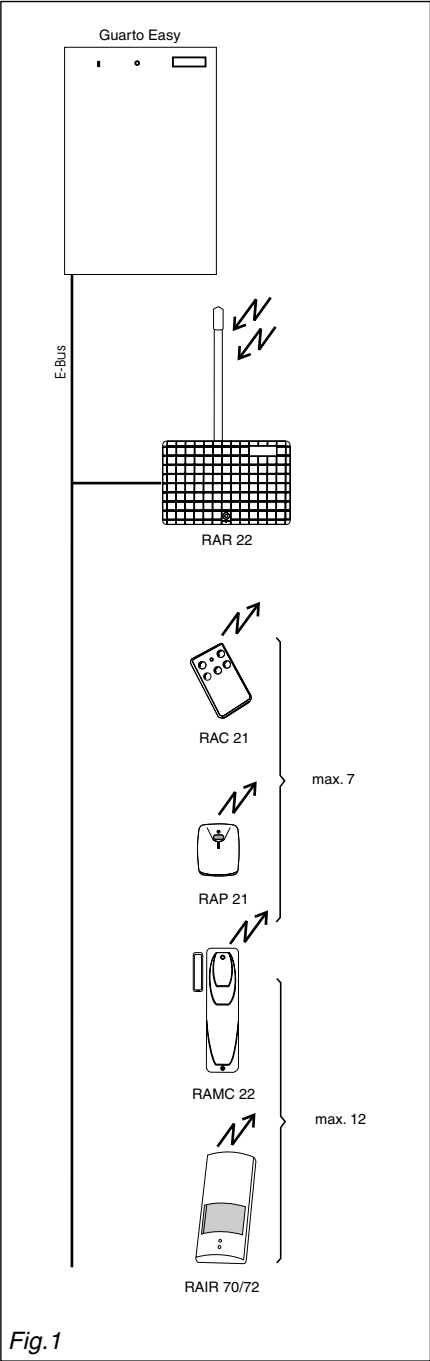

Fig.1
1.1 Périphériques radio (Fig.1)